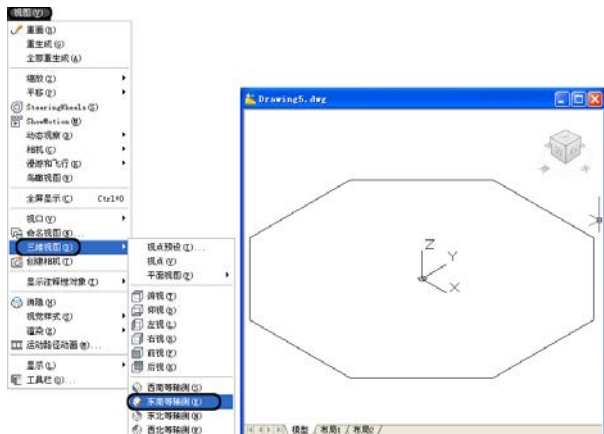

图 10.55 转换为东南等轴测视图
(2) 在菜单栏中选择【视图】/【三维视图】/【东南等轴测】命令，将视图转换为东南等轴测视图，如图 10.55 所示。